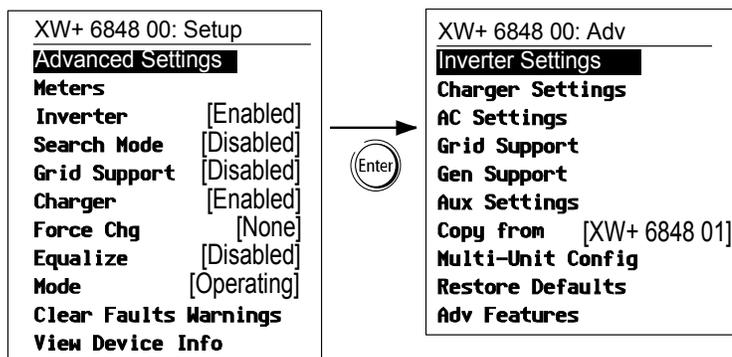

Figure 3-2 Sélection des paramètres avancés
- Sur le menu Setup (Configuration), appuyez sur **Enter** (Entrée) quand `Basic Settings` (Paramètres de base) ou `Advanced Settings` (Paramètres avancés) apparaît en surbrillance. Voir Figure 3-2.